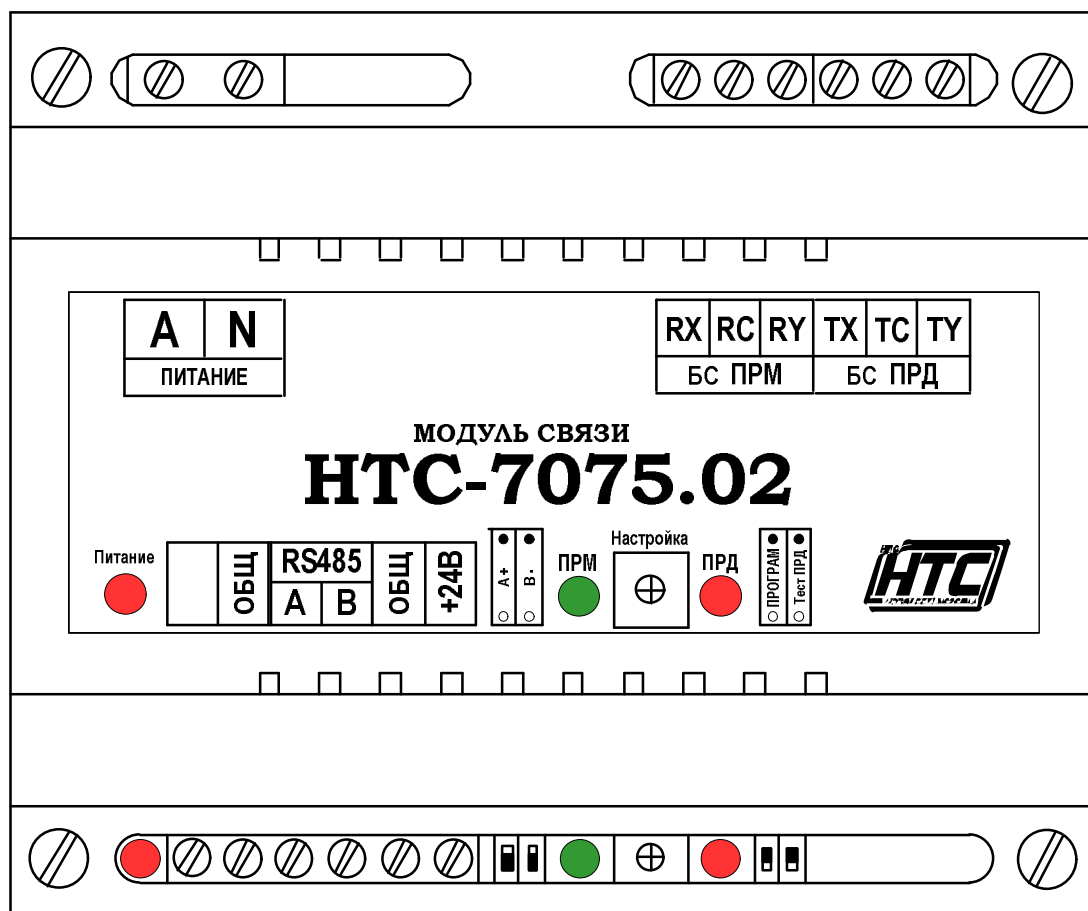

Рисунок 1. Внешний вид модуля связи НТС-7075.02
1.5.1. Внешний вид модуля связи НТС-7075.02 приведен на рис. 1.